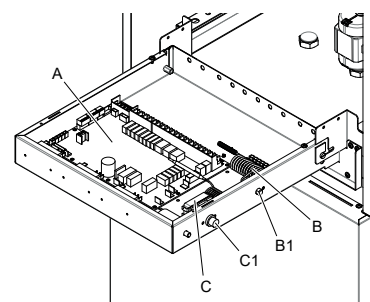

fig. 12 - binnenaanzicht van het schakelbord
- A** Elektronische hydronische kaart (fig. 12)
**B** Thermische beveiliging voor eenfasige elektrische weerstand met handmatige resetknop (ond. B1 fig. 12)
**C** Thermische beveiliging voor driefasige elektrische weerstand met handmatige resetknop (ond. C1 fig. 12)